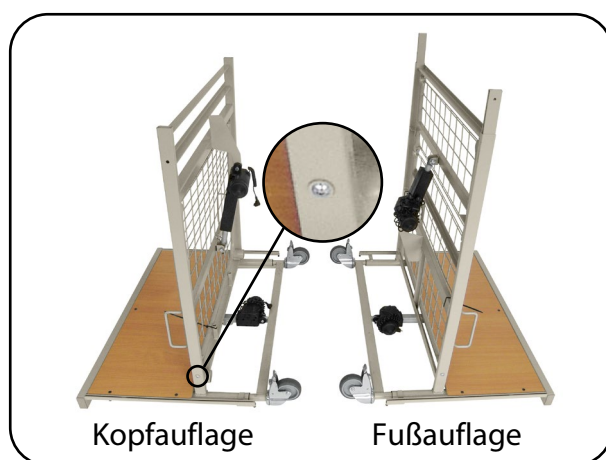

Abb. 6.1.02 - Stellteile mit Liegeflächenhälften
2. Stecken Sie die beiden Liegeflächenhälften auf die Liegeflächenadapter der Stellteile. Achten Sie dabei auf die richtige Lage der Liegeflächenhälften. Fixieren Sie nun die Verbindungsstellen (Abb. 6.1.02) mit den jeweils zwei Flachkopfschrauben mit Bund mit dem beiliegenden Innensechskantschlüssel (5 mm).